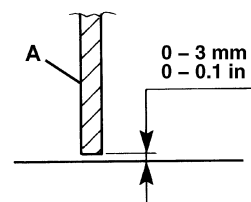
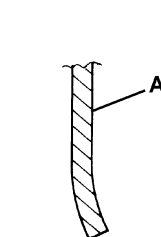
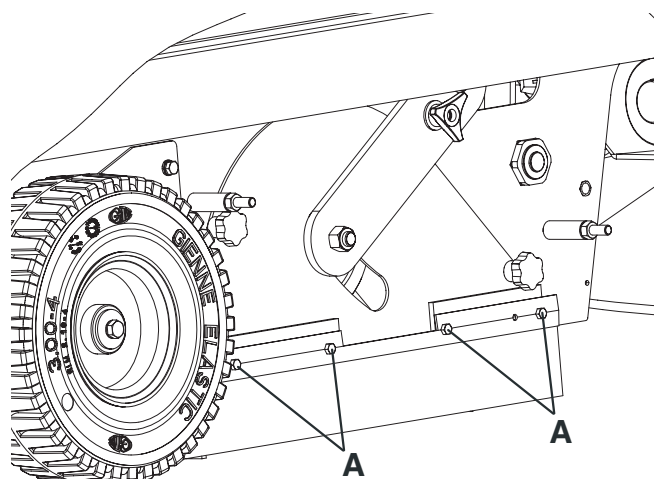
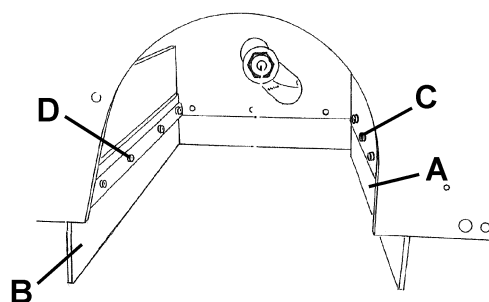

Abbildung 13
Abbildung 14
Abbildung 16
Abbildung 17
- Prüfen, ob die Bodenfreiheit der Seitenflaps (13 und 14) von 0 bis 3 mm (A, Abb. 13) liegt. Falls nötig, die Höhe der Flaps durch die Langlöcher (A, Abb. 16) einstellen.
- Der Vorderflap (A, Abb. 17) leicht auf den Boden schleift und dass jedenfalls nicht vom Boden (A, Abb. 14) getrennt ist.
- Der Hinterflap (B, Abb. 17) eine Bodenfreiheit zwischen 0 und 3 mm (A, Abb. 13) aufweist.
- Falls nötig, die Höhe der Flaps durch die Langlöcher (C und D, Abb. 17) einstellen.